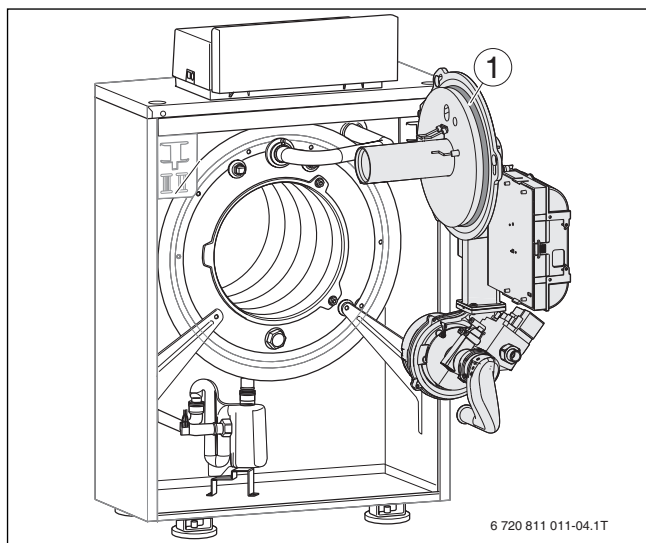

Fig. 13 Joint torique du corps de brûleur
- ▶ Avant de monter le brûleur, vérifiez que le joint torique (→ fig. 13, [1]) est bien en place et si nécessaire, ajustez sa position.